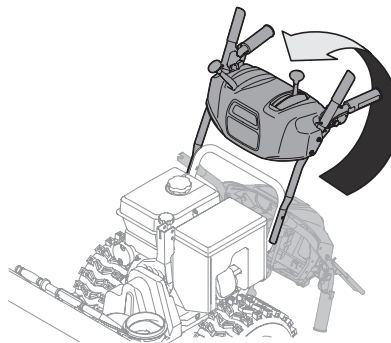

Figura 2-5
5. Debe girar la barra de control hacia arriba y alinear la barra de control inferior. Consulte la Figura 2-5. Retire y descarte todas las bandas elásticas, si las hubiera. Únicamente se utilizan para el empaque.